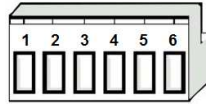

Bild 1.3 Anschlussklemme der Messfühler.
**Programmier Taste (3):** Ein kurzer Druck auf diese Taste bringt den KES in den Programmiermodus, die LED (2) leuchtet rot. Wird die Busspannung bei gedrückter Taste angelegt, geht der KES in den Sicherheitsmodus.
**Fühleranschluss (4):** Steckanschluss der Schraubklemme (siehe Bild 1.3) zum Anschluss der Kanäle des Energiesparers. Es wird ein Messfühler pro Kanal zum Anschluss benutzt. Dazu werden die benötigten Messfühler an die jeweiligen Klemmen angeschlossen. Soll z.B. mit den drei Kanälen (A, B und C) vom KES gearbeitet werden, so muss ein Messfühler an die Klemmen 1 und 2 (assoziiert mit Kanal A), ein anderer Messfühler an die Klemmen 3 und 4 (assoziiert mit Kanal B) und ein dritter an die Klemmen 5 und 6 (assoziiert mit Kanal C) angeschlossen werden.